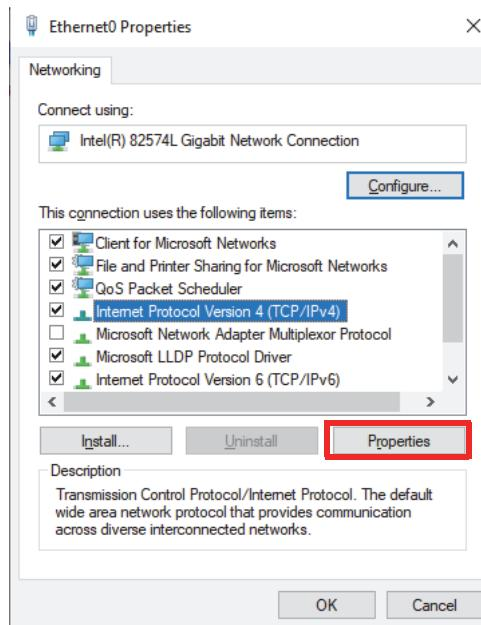

図 7-1 イーサネットプロパティダイアログボックス
- b) TCP/IPv4 の設定（72 ページの図 7-1）をダブルクリックします。
- e) 最適なパフォーマンスを実現し、データの損失を防ぐために、同じネットワークカードの**プロパティで設定** (72ページの図7-1) をクリックし、**詳細設定タブ**を選択してください。